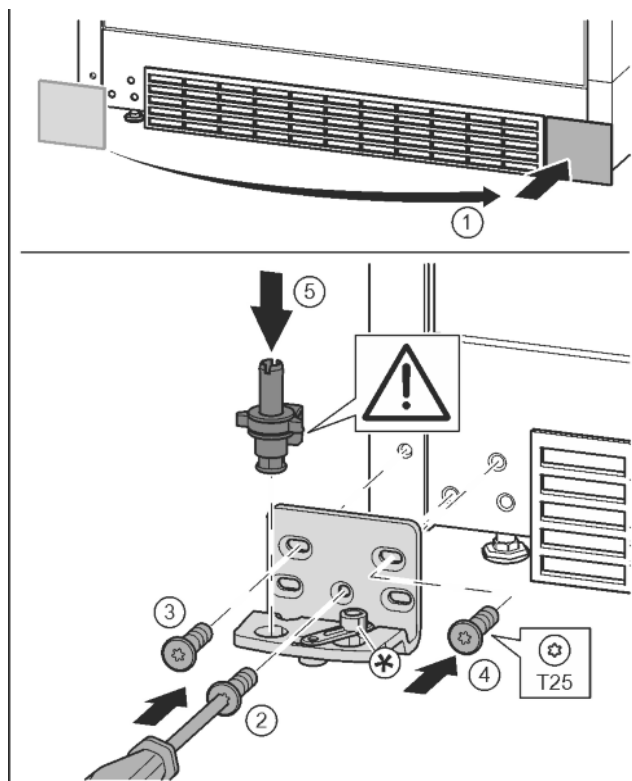

Fig. 18
- ▶ Zdjąć osłonę i założyć z drugiej strony. Fig. 18 (1)
- ▶ Płytkę zawiasu założyć z drugiej strony i przykręcić przy pomocy śrubokręta T25. Rozpocząć śruby 2 dolnej umieszczonej na środku. Fig. 18 (2)
- ▶ Dokręcić śrubę 3 i 4. Fig. 18 (3, 4)
- ▶ Założyć całą sworzeń płytki zawiasu. Przy tym zwrócić uwagę, by krzywka zatrzaskowa wskazywała do tyłu. Fig. 18 (5)